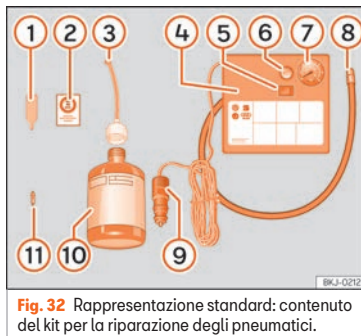

Fig. 32 Rappresentazione standard: contenuto del kit per la riparazione degli pneumatici.
Il kit per la riparazione degli pneumatici si trova nel sottofondo del bagagliaio. Include i seguenti componenti » **fig. 32:**
- Svitare il cappuccio e l'elemento di tenuta della valvola del pneumatico. Utilizzare l'apparato » **fig. 32** ① per estrarre l'elemento di tenuta. Collocarlo su una superficie pulita. »
- Agitare vigorosamente la bomboletta del sigillante per pneumatici » fig. 32 ⑩.
- Avvitare il tubo di gonfiaggio » fig. 32 ③ alla bomboletta del sigillante. La piombatura della bomboletta si rompe automaticamente.
- Rimuovere il tappo del tubo di riempimento » fig. 32 ③ e avvitare l'estremità aperta dal tubo alla valvola dello pneumatico.
- Ricollocare l'elemento di tenuta con l'apparato » fig. 32 ① nella valvola del pneumatico.
- Avvitare il tubo di gonfiaggio dello pneumatico del compressore » fig. 32 ⑧ nella valvola dello pneumatico.
- Verificare che la vite di sfato dell'aria sia chiusa » fig. 32 ⑥.
- Collegare il connettore » fig. 32 ⑨ a una presa elettrica a 12 V del veicolo » pag. 144.
- Collegare il compressore ad aria con l'interruttore ON/OFF » fig. 32 ⑤.
- Incollare l'adesivo » fig. 32 ② sul quadro strumenti, all'interno del campo visivo del conducente.
Riavvitare il tubo di gonfiaggio » fig. 32 ⑤ e controllare la pressione con il manometro ⑥.